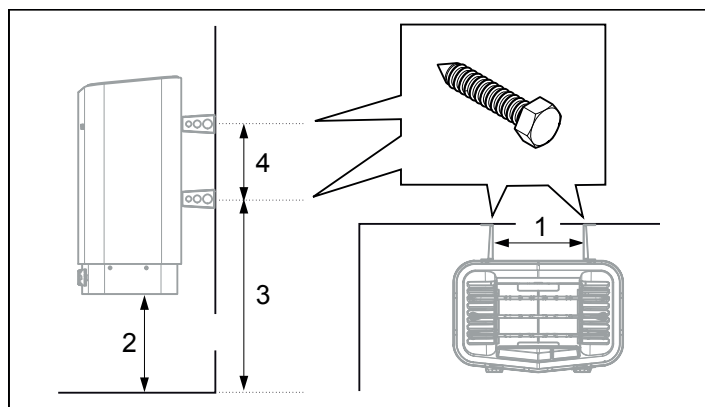

Рисунок 12: Размеры
7. Разместите винты для кронштейнов согласно указанным размерам (Рис. 12).